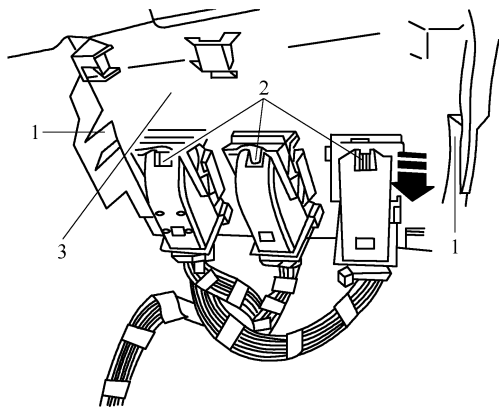

图 5-4-33 拆卸车身控制单元
- ① 断开蓄电池搭铁线。
- ② 拆卸驾驶人侧仪表板下饰板。
- ③ 拆卸车身控制单元(BCM)J519 下方的继电器支架。
④ 按压卡子 2, 沿-箭头-方向松开锁止件以拔下插头。
⑤ 松开卡子 1, 将车身控制单元 J519(3) 向前倾斜并拆下, 如图 5-4-33 所示。